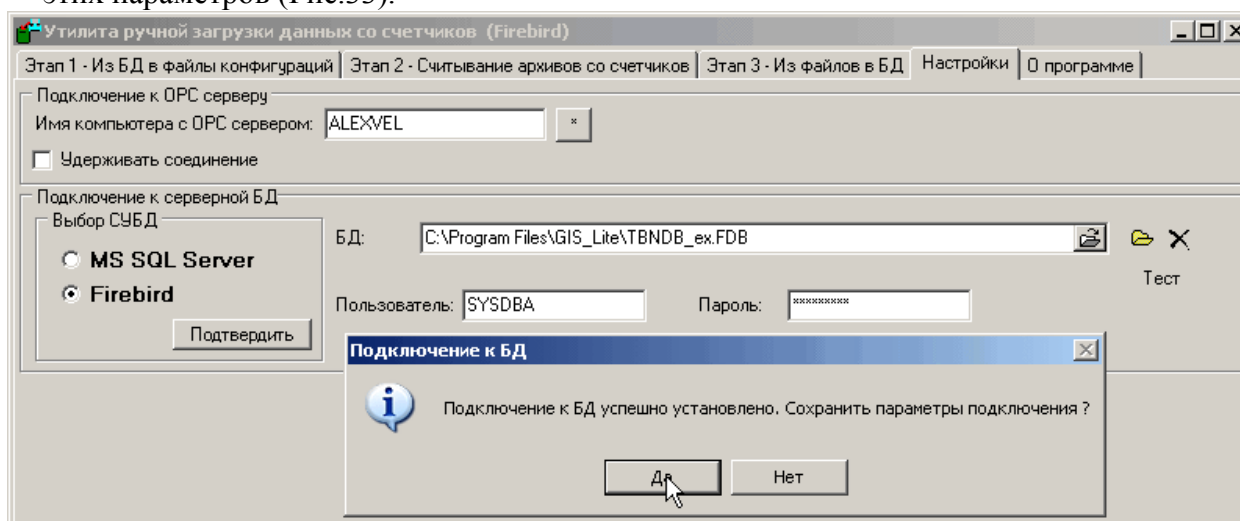

Рис. 33. Главное окно программы INBAZAhand – вкладка «Настройки».
1. На **сервере** (компьютер, где находится основная БД) должна присутствовать папка INBAZAhand, содержащая собственно программу INBAZAhand.exe, набор dbf-файлов, необходимых для ее функционирования и папку ARCHIVES для архивов приборов. В программе INBAZAhand должно быть настроено подключение к БД на вкладке «Настройки» главного окна программы. При правильно настроенном подключении после нажатия кнопки «Тест» будет выдано сообщение об успешном подключении и запрос на сохранение этих параметров (Рис.33).